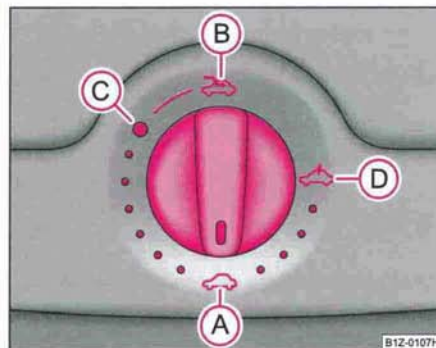

Fig. 38 Bouton rotatif pour le toit ouvrant/relevable électrique
Le toit ouvrant/relevable électrique est commandé au moyen du bouton rotatif ⇒ fig. 38 et fonctionne uniquement si le contact est mis. Le bouton rotatif possède plusieurs crans.
- Faites tourner le bouton sur la position **(C)** ⇒ page 60, fig. 38.
- Faites tourner le bouton sur la position **(A)** ⇒ page 60, fig. 38.
Le toit ouvrant/relevable est équipé d'une protection contre les efforts excessifs. Le toit ouvrant/relevable s'arrête et s'ouvre complètement si un obstacle (de la glace par ex.) empêche sa fermeture. Vous pouvez fermer complètement le toit ouvrant/relevable sans protection contre des efforts excessifs si vous appuyez sur l'avant du contacteur en position **(A)** ⇒ page 60, fig. 38 jusqu'à ce que celui-ci soit complètement fermé ⇒ .
Après chaque actionnement de secours (avec une manivelle), le toit ouvrant/relevable doit être remis sur sa position initiale. Vous devez donc maintenir l'avant du bouton rotatif pendant 10 secondes environ sur la position A ⇒ page 60, fig. 38. ■